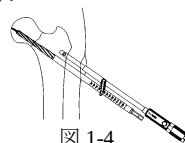
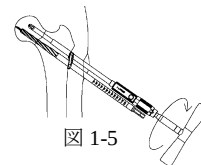

図 1-4
図 1-5
- スライディング SB フランジ型と挿入器 S を接続し、近位側に挿入します(図 1-4)。フランジ部は骨面に密着させます。プッシャーにてインナーピンのフックを突出させます(図 1-5)。